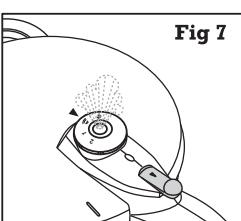

Fig 7
6. **Válvula de funcionamiento:** La válvula de funcionamiento tiene dos niveles de presión (posiciones 1 y 2), una posición para expulsar el vapor (dibujo de una nube de vapor, vea Fig. 7) y una posición de apertura (dibujo de un círculo atravesado por una línea) que sirve para extraer la válvula para su limpieza. Lea las instrucciones sobre cómo girar la válvula a la posición de apertura en la sección de Limpieza y Mantenimiento de este manual.